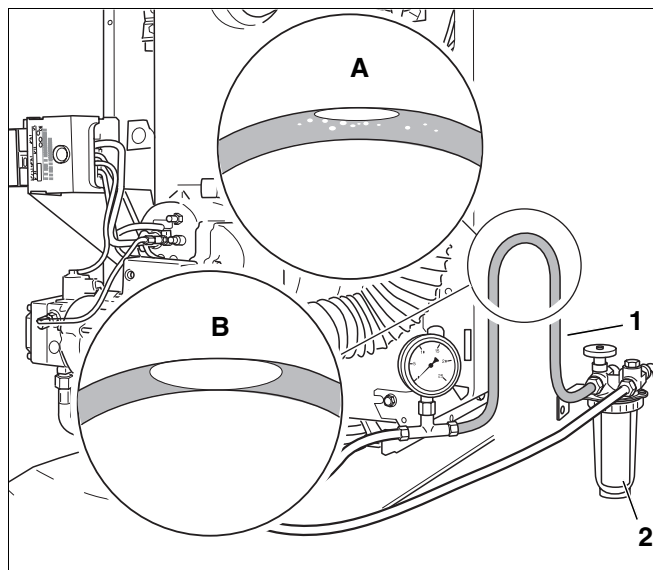

Рис. 37 Вертикальная петля прозрачного шланга
- Соединить прозрачный шланг (рис. 37, **поз. 1**) со всасывающей линией за топливным фильтром (рис. 37, **поз. 2**).
- Сделать из прозрачного шланга вертикальную петлю так, как показано на (рис. 37).
- Проверить размеры воздушного пузырька, образовавшегося в шланге (рис. 37, **вид А и В**).
Топливопровод достаточно герметичен, если воздушный пузырек в верхней части шланга имеет небольшие размеры (рис. 37, **вид А**).
Большой воздушный пузырек (рис. 37, **вид В**) говорит о том, что на всасывающей линии и/или в местах подключений имеются неплотности.